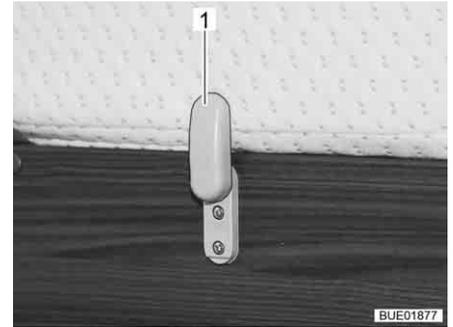

Fig. 84 Leva di fissaggio
- Ruotare verso il basso le leve di fissaggio (Fig. 84,1) del materasso.